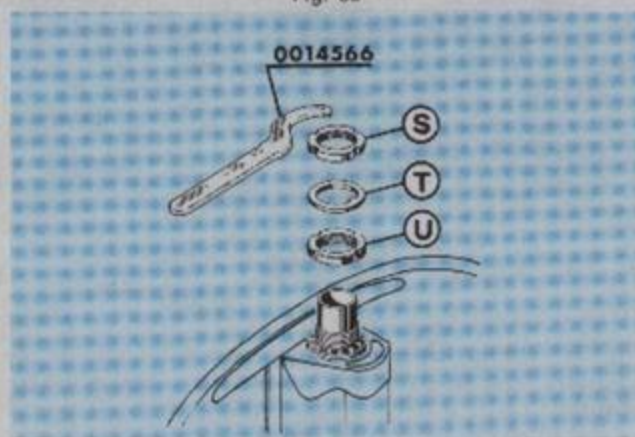

Fig. 37
**Fig. 37. Tuerca cojinete superior dirección:** Quitar la tapa manillar (modelo P 200 E), desenganchar el cable de la transmisión cuenta-kilómetros, el cable freno delantero y levantar el manillar volcándolo hacia la parte interior del escudo.